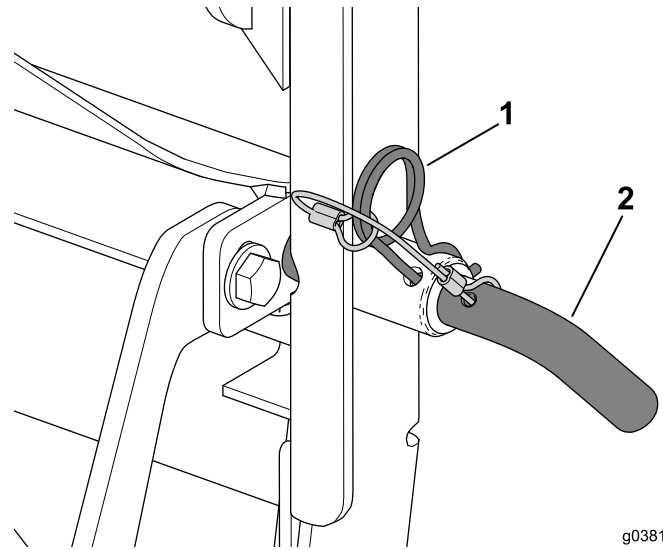

Figure 18
2. Insérez la goupille de verrouillage dans le cadre du système de ramassage et le renfort transversal (Figure 18).
3. Bloquez la goupille de verrouillage avec la goupille fendue pin (Figure 18).